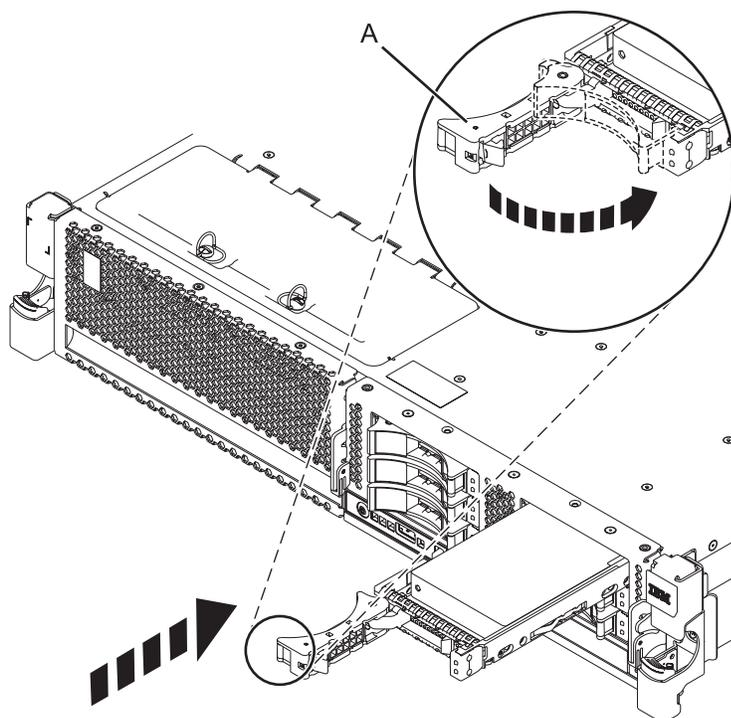

Figura 13. Instalación de una unidad de disco en el sistema
7. Cuando el LED de identificación se encienda de manera fija, deslice la unidad hasta el fondo del sistema o de una unidad de expansión y empuje hacia adentro el asa de la unidad (**A**) hasta que quede encajada, como se muestra en Figura 13.